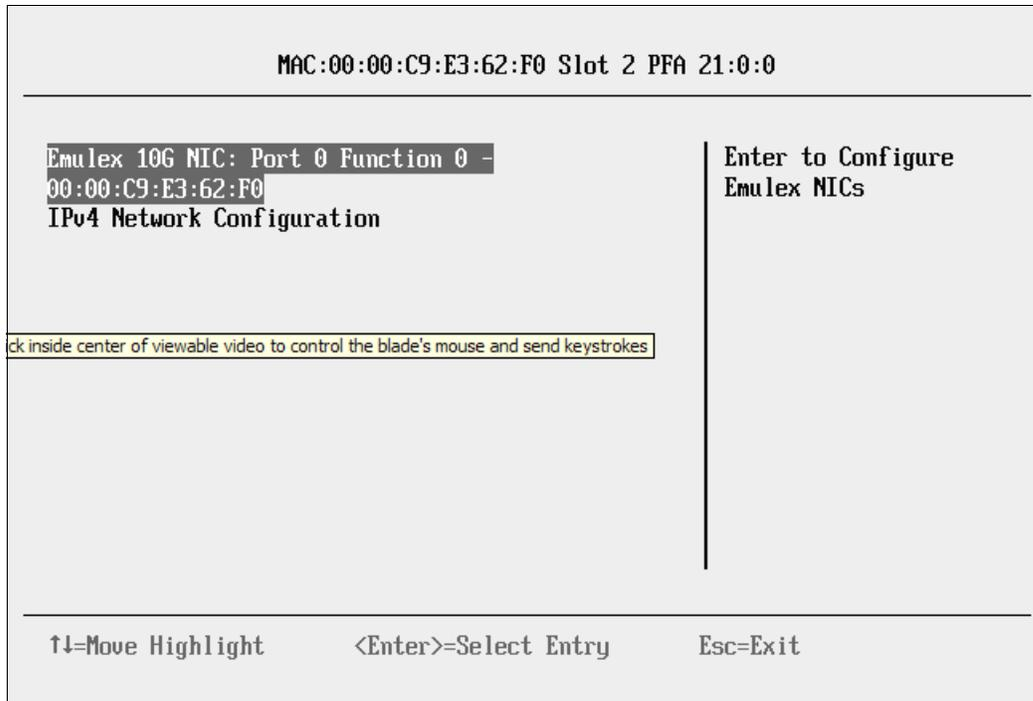

Figure 10-94 Emulex 10G NIC port
6. Enable the port (Figure 10-94).